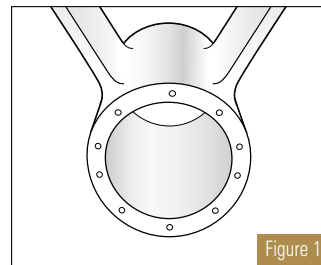

Figure 1
2. Vérifiez la propreté du corps de palier. (Figure 1)